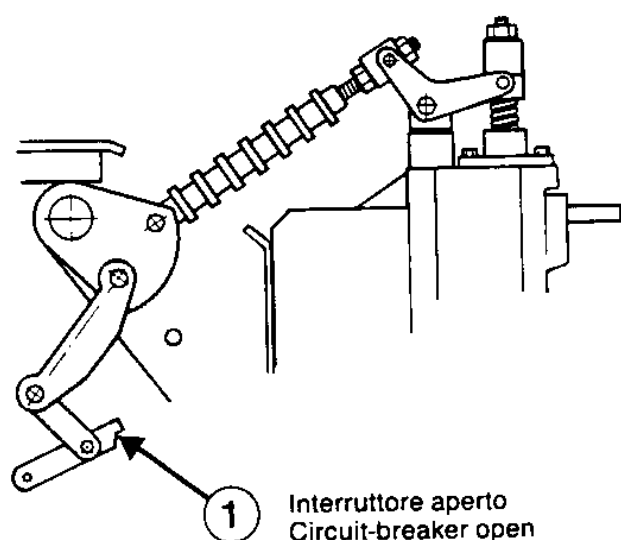

Fig. 5 Funzionamento del comando
La pressione sul pulsante (18a) (contrassegnato con la lettera "I") o l'eccitazione dello sganciatore di chiusura (se previsto) liberano il gancio (17) provocando la rotazione rapida dell'albero principale (2) e la chiusura dei contatti mobili delle ampole. Durante l'operazione di chiusura si caricano le molle di apertura (1): la pressione sul pulsante (15a) (contrassegnato dalla lettera "O") o l'eccitazione dello sganciatore di apertura (se previsto) o la diseccitazione dello sganciatore di minima tensione (se previsto) oppure l'intervento di appositi rinvii (in caso di interruttore sezionabile), provocano lo sgancio del blocco (1) (vedere fig. 5) e il conseguente ritorno dell'interruttore in posizione di aperto. Dopo ciò il blocco (1) ritorna nella posizione iniziale.